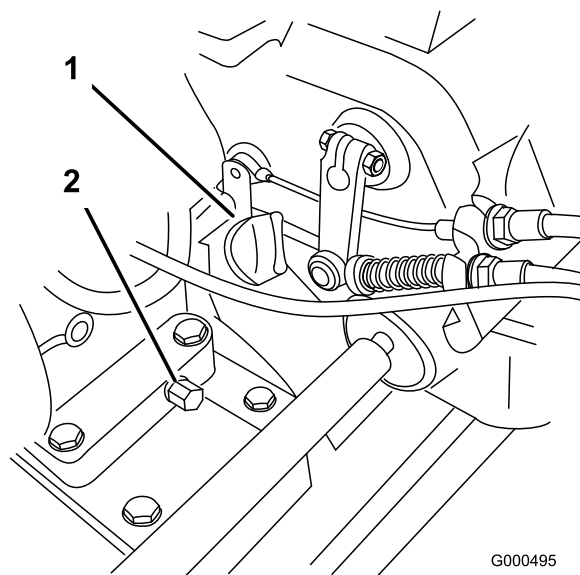

Figura 22
1. Posizionate il tosaerba in modo che il motore sia a livello, e pulite attorno al misuratore del livello dell'olio (Figura 22).
2. Collocate una bacinella sotto il tappo di spurgo, dietro la macchina (Figura 22). Togliete il tappo di spurgo.